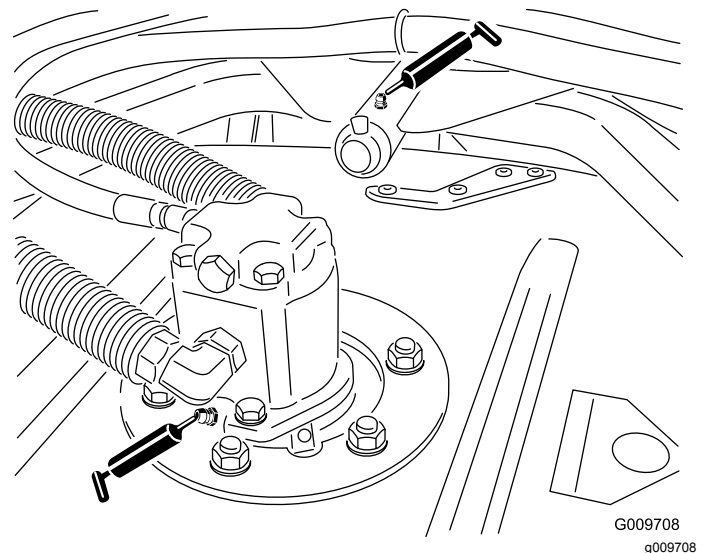

Figura 62
- Rolamentos do veio do eixo da unidade de corte (2 por plataforma do cortador), como se mostra na Figura 62
- Casquilhos do braço de suporte da unidade de corte (1 por plataforma do cortador), como se mostra na Figura 62